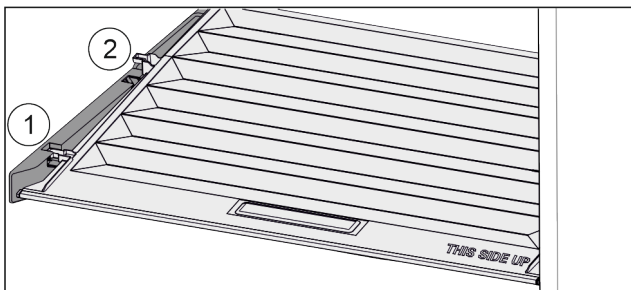

Fig. 56
- ▶ Træk dækslet fremad til åbning i holdedelen Fig. 56 (1).
- ▶ Løft nedefra og bevæg det opad og ud Fig. 56 (2).